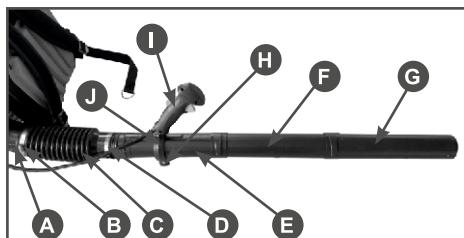

Рис. 2 Последовательность сборки
Произведите сборку в следующем порядке (Рис. 2):
- Наденьте на оба конца гибкой трубы С червячные хомуты В и D и наденьте гибкую трубу на выходной патрубок А корпуса воздуходувного устройства (Рис. 2). Затяните хомут В.
- Наденьте рукоятку управления I на трубу Е (Рис. 2). При необходимости, ослабьте затяжку гайки Н хомута J крепления рукоятки управления. Для исключения проворачивания винта воспользуйтесь ключом шестигранным 4 мм из комплекта поставки устройства.
- Вставьте трубу напорную Е с установленной на ней рукояткой управления в гибкую трубу С (Рис. 2). Затяните хомут D.
- зами в трубе F. Нажмите на трубу F в сторону трубы E до упора и поверните трубу F против часовой стрелки (если смотреть со стороны двигателя) до плотной её фиксации (Рис. 2).
5. Точно также в соответствии с пунктом 4, установите трубу G на трубу F (Рис. 2).